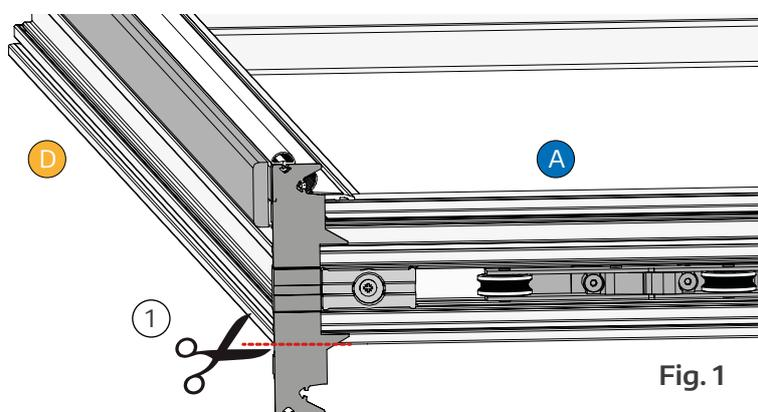

Fig. 1
Positionnez et fixez le guide de positionnement de l'ouvrant avec une vis M5x22 mm (voir les fig. 1 et fig. 2).
- ① Coupez la cale d'étanchéité (voir la fig. 1).